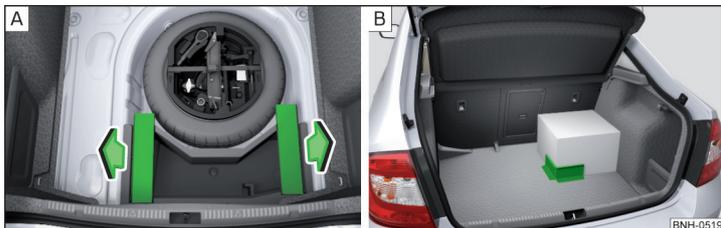

Fig. 93 Sortir les éléments Cargo / Exemple de fixation du chargement à l'aide des éléments Cargo
- Pour **utiliser** les éléments Cargo, retirez-les dans le sens de la flèche » fig. 93 - [A].
- Fixez le chargement à l'aide des éléments Cargo aussi près que possible des sièges arrière » fig. 93 - [B].